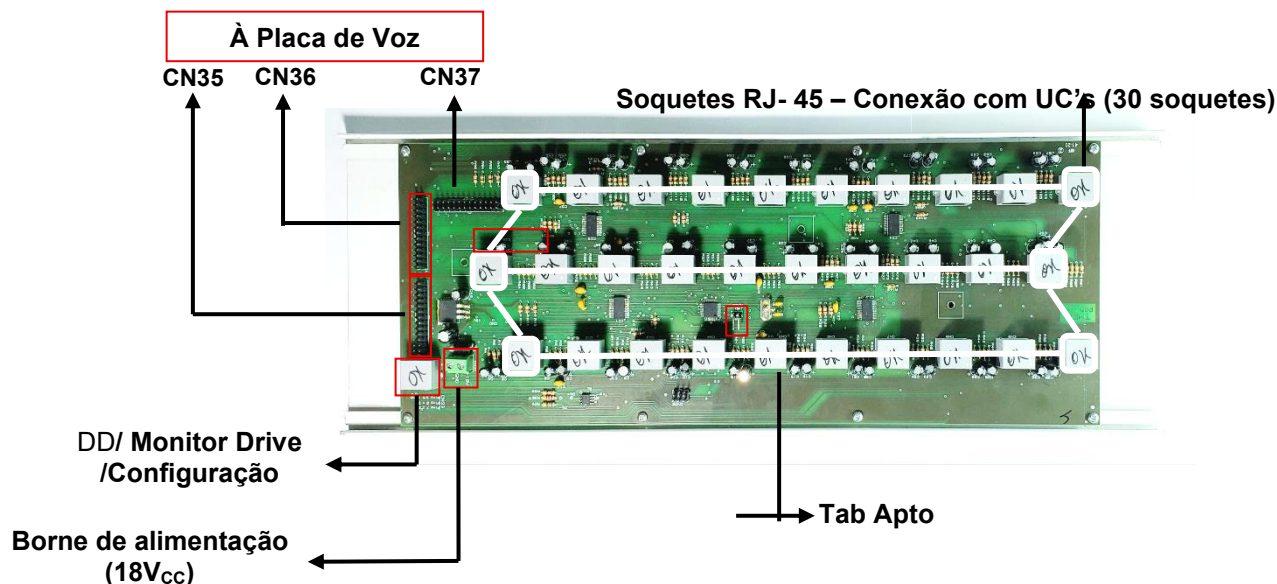

Figura 26 - Conexões do Pannel Concentrador
- Mantenha a fonte desconectada da rede elétrica. Conecte o cabo paralelo (2x1,5mm²) da fonte de alimentação do Painel Concentrador no born de alimentação indicado na Figura 26, do seguinte modo: conecte o fio de cor **preto e branco** ao terminal do born de alimentação **positivo (+)**; conecte o fio de cor preto ao terminal **negativo (-)** do born de alimentação. Mantenha a fonte desconectada da rede elétrica. o terminal positivo da saída da fonte deve ser ligado ao borne de alimentação rotulado com "18V". **Observe que se a polaridade for invertida, o sistema de chamada não funcionará.**
- d. Localize os furos de fixação do painel. Eles ficam nas extremidades do perfil largo - Figura 26. Use duas buchas número 8 e parafusos para fixação do painel na parede.
- i. No Painel Concentrador, ligar o jumper Tab Apto e conectar o cabo *RJ45* na entrada *PS/Config*. – Figura 26;